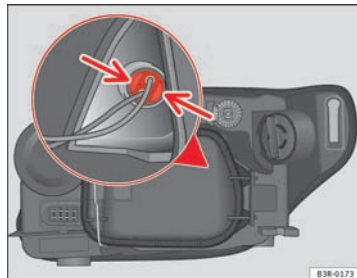

Fig. 213 Feu de position (côté extérieur véhicule)
- Pressez légèrement les languettes du support d'ampoules ⇒ fig. 213 et tirez vers le couvercle (il peut également s'extraire en tirant sur les câbles du support d'ampoules).